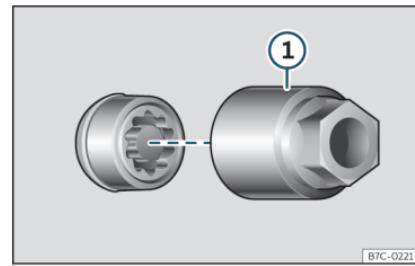

Fig. 40 Tornillo antirrobo de la rueda con capuchón y adaptador.
- Encaje el adaptador especial >>> **fig. 40 ①** (herramienta de a bordo >>> pág. 48) en el tornillo antirrobo de la rueda hasta el tope.